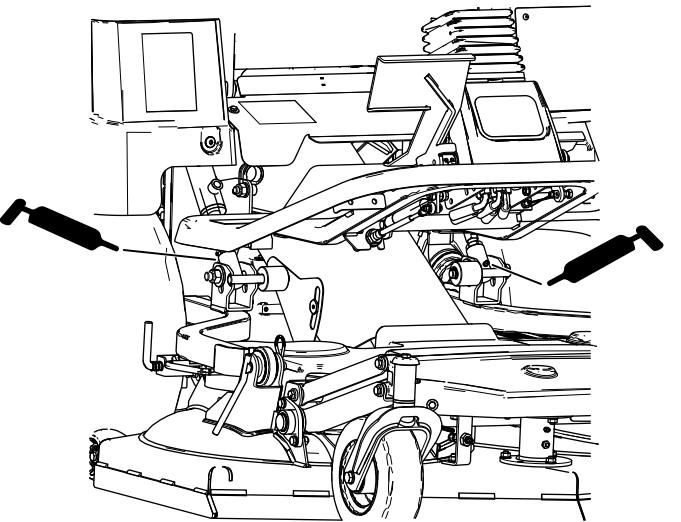

Figura 39
- Pontos de articulação do braço de elevação da unidade de corte (Figura 39)